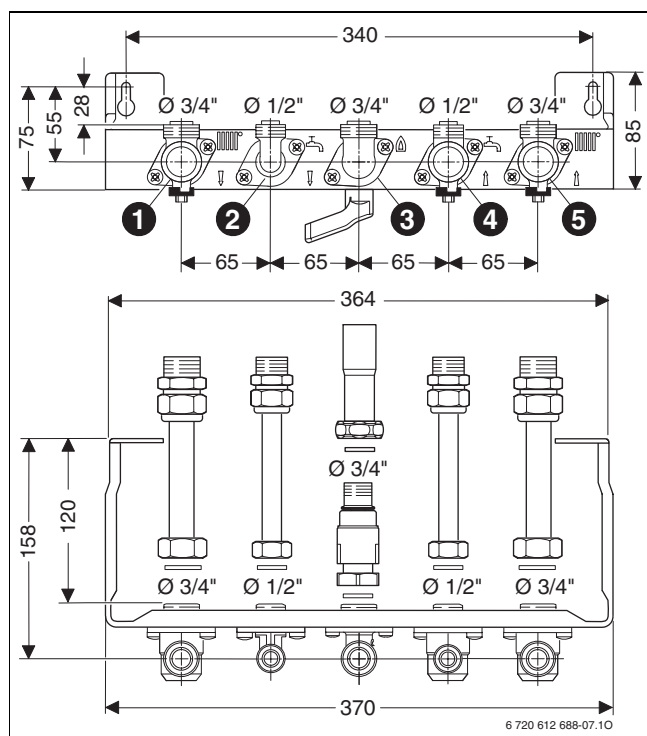

Fig. 15 Placca rubinetteria per GVS T 16/24/28-3.../GVM T... (accessorio DOS GA 5/12)
Legenda di fig. 15:
- ▶ In caso di funzionamento senza bollitore, tappare i 2 raccordi femmina Ø 1/2" presso la caldaia (ovvero i 2 raccordi che sono previsti per essere collegati ai riferimenti 2 e 4 delle figure 15 oppure 16). In alternativa, montare tra i 2 raccordi succitati, l'accessorio opzionale nr. 1113.